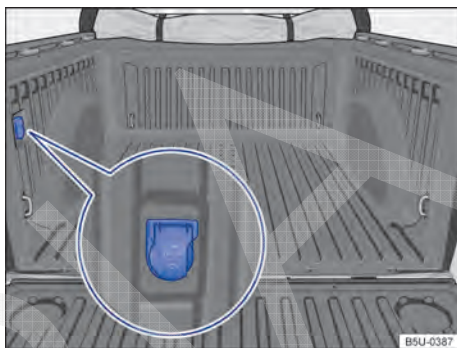

Fig. 144 Compartimento de carga: tomada 12 V.
- A tomada 12 V pode ser encontrada na parte interna do compartimento de carga → Fig. 144 (dependendo da versão do veículo pode não estar disponível).